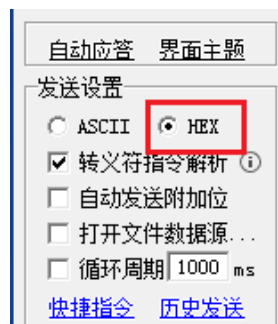

图 65-28 设置发送格式为 hex 码格式
1.发送设置中数据类型设置为 hex 格式，如下图 65-28 所示。